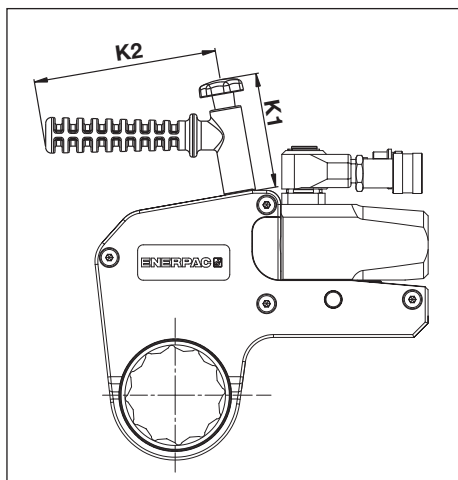

Abb. 26
6.1.4 Abmessungen, abgewinkelter Positionierungshebel der SWH-Serie (Abb. 26 - Optionales Zubehör)